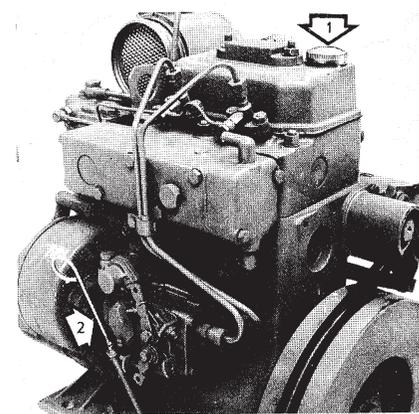

Fig. 14. Contrôle du niveau d'huile du moteur
**Contrôlez le niveau d'huile du moteur tous les jours avant le premier démarrage.** La jauge d'huile, située sur le côté tribord du moteur, comporte deux repères. Ne laissez jamais le niveau d'huile baisser au-dessous du repère inférieur. Il n'est pas recommandé non plus de le laisser dépasser le repère supérieur, car cela peut entraîner une consommation anormale d'huile. Pour le remplissage d'huile, enlevez le bouchon sur le cache-culbuteurs (voir figure 14). Concernant la qualité et la viscosité de l'huile, prière de vous référer au point 3.